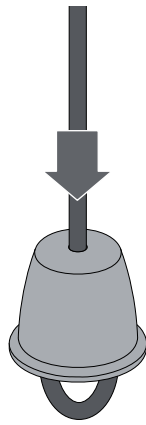

Fig. 1
- **Sblocco a cordina interno (fig. 1):**